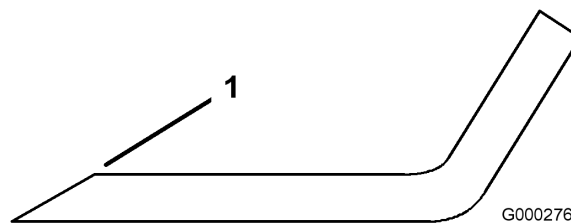

Figure 51
1. Au moyen d'une lime, aiguisiez les tranchants aux deux extrémités de la lame (Figure 51) en veillant à conserver l'angle de coupe d'origine. Limez la même quantité de métal sur chacun des deux tranchants pour ne pas déséquilibrer la lame.